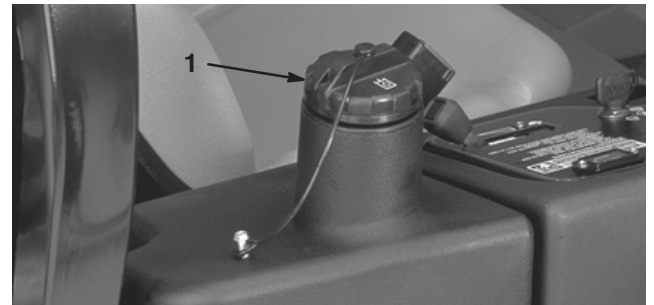

Bild 16
2. Reinigen Sie den Bereich um den Einfüllstutzen und den Deckel des Hydraulikölbehälters (Bild 16). Entfernen Sie den Deckel.